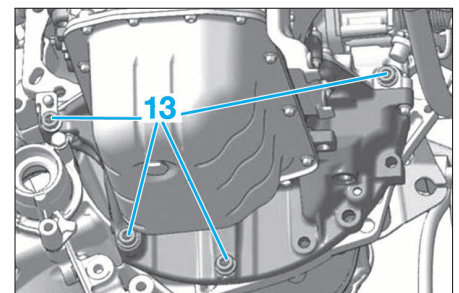

FIG. 6
- Déposer les fixations inférieures (13) de la BV (Fig.6).